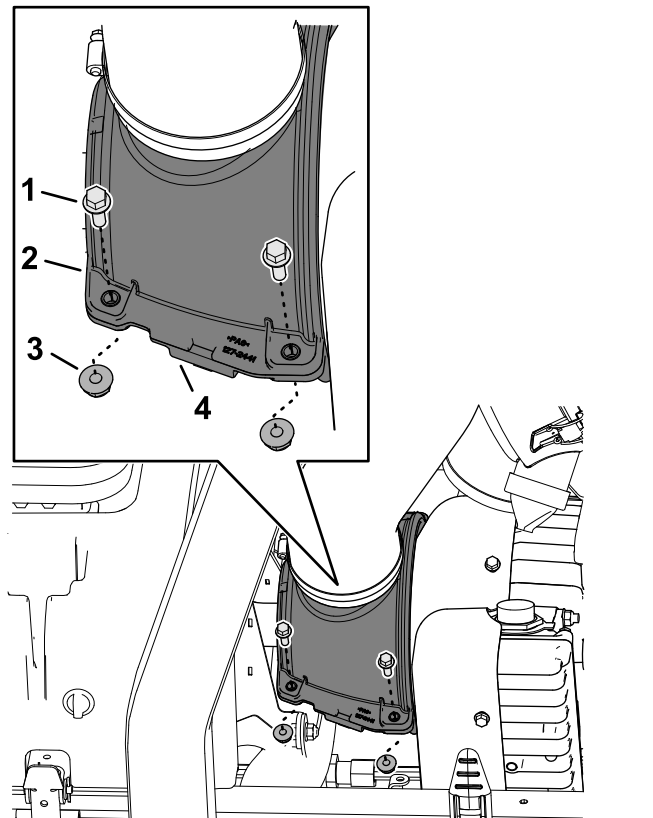

Bild 71
3. Sichern Sie die Kühlluftabdeckungshälften des Generators und die Druckbegrenzungsstifte mit den vier Bundkopfschrauben und vier Sicherungsbundmutter (Bild 71).